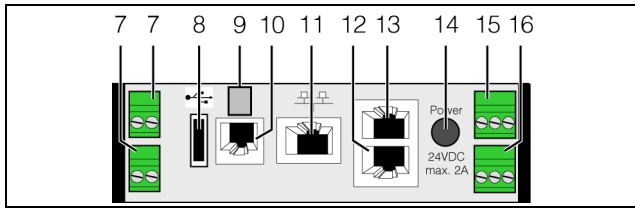

Рис. 9: Задняя сторона CMC III PU
Источники питания для поз. 7, 10, 12, 13 и 16 (рис. 9) должны соответствовать требованиям Limited Power Source (LPS) согласно UL 60950 и обеспечивать соблюдение вышеназванных граничных значений.
- Подключите внешний блок питания (7030.060) ко входу питания CMC III PU (рис. 9, поз. 14).
- Подключите выход 24 В (прямое подключение) блока питания (7030.060) к соответствующему входу на CMC III PU (рис. 9, поз. 15).
Вышеуказанные обозначения "левый", "средний" и "правый" относятся к виду на прибор сзади (рис. 9).
- Подключите к Ethernet-порту (рис. 9, поз. 11), например, PoE-коммутатор.
- Подключите внешний датчик температуры сзади ко входу СМС III PU (рис. 9, поз. 9).
- Соедините Ethernet-порт (рис. 9, поз. 11) с помощью сетевого кабеля со штекерами RJ 45 с имеющейся структурой локальной сети.
К двум портам CAN-Bus (рис. 9, поз. 12 и 13) можно подключить широкий спектр датчиков, исполнительных устройств и систем контроля доступа (см. раздел 13 "Комплектующие").
Подключение к сигнальному реле производится через беспотенциальный релейный выход (рис. 9, поз. 16).
К обоим цифровым входам могут подключаться по одному беспотенциальному перекидному контакту. Таким образом, например, может отслеживаться наличие сигнала неисправности внешнего прибора (рис. 9, поз. 7).